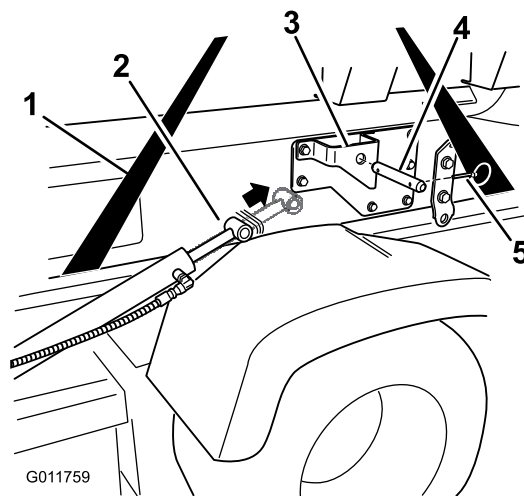

Figura 19
4. Estendete i cilindri di sollevamento fino a raggiungere le staffe montate sul telaio di supporto del serbatoio. Allineate i bracci dei cilindri ai fori presenti sulle staffe del telaio di supporto del serbatoio (Figura 19).